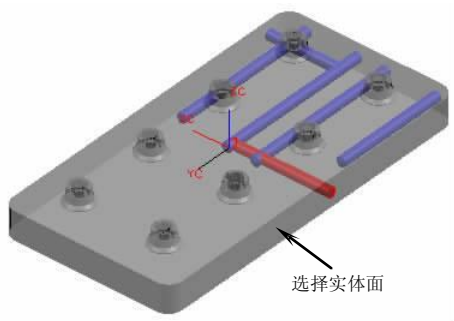

图5-82
7. 以相同方法创建冷却水道，设置冷却水道直径为“M8”，“HOLE_1_DEPTH=70”、“HOLE_2_DEPTH=70”，选择实体面作为冷却水道参考面，设置冷却水道坐标为 (10, 0, 0)，结果如图 5-82 所示。